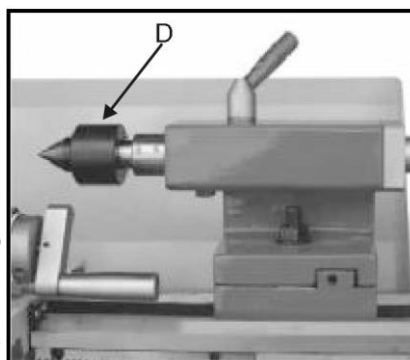

Рис.29
5. Отвинтите гайку (D, рис.29) от ходового винта. (Е, рис.19) и от четырехугольных болтов, чтобы снять переключатель передач спереди.
Вращающийся центр установлен на шарикоподшипниках. Его использование настоятельно рекомендуется при 600 об/мин и выше. (Рис.29)